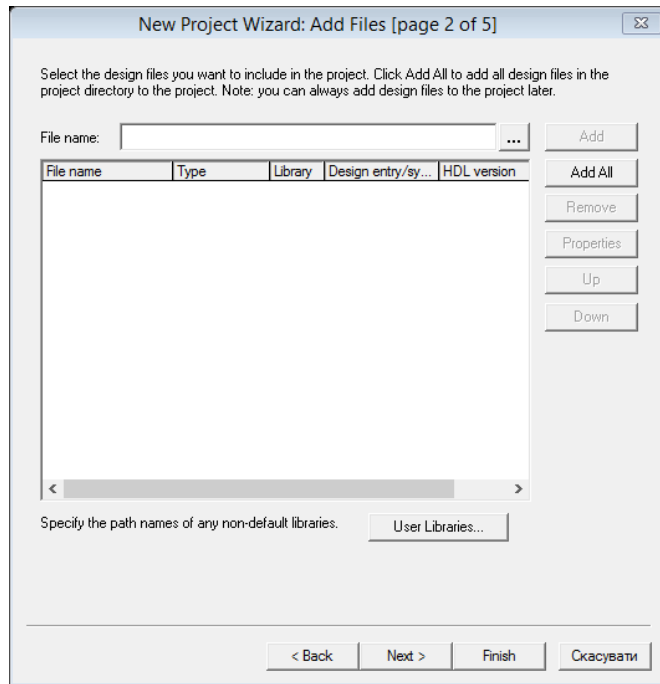

Рис. 3. Друга сторінка налаштувань New Project Wizard
1.5. на сторінці 2 (рис. 3) майстер налаштувань пропонує вибрати файл верхнього рівня ієрархії. Оскільки готових файлів немає, то цей крок можна пропустити. Якщо ж такі файли є, тоді потрібно натиснути кнопку вибору та обрати файл верхнього рівня ієрархії з розширенням **.bdf**, він розташований в робочій директорії проекту. Натисніть **Open**, опісля **Add**, щоб додати файл у проект. В кінці натисніть **Next**